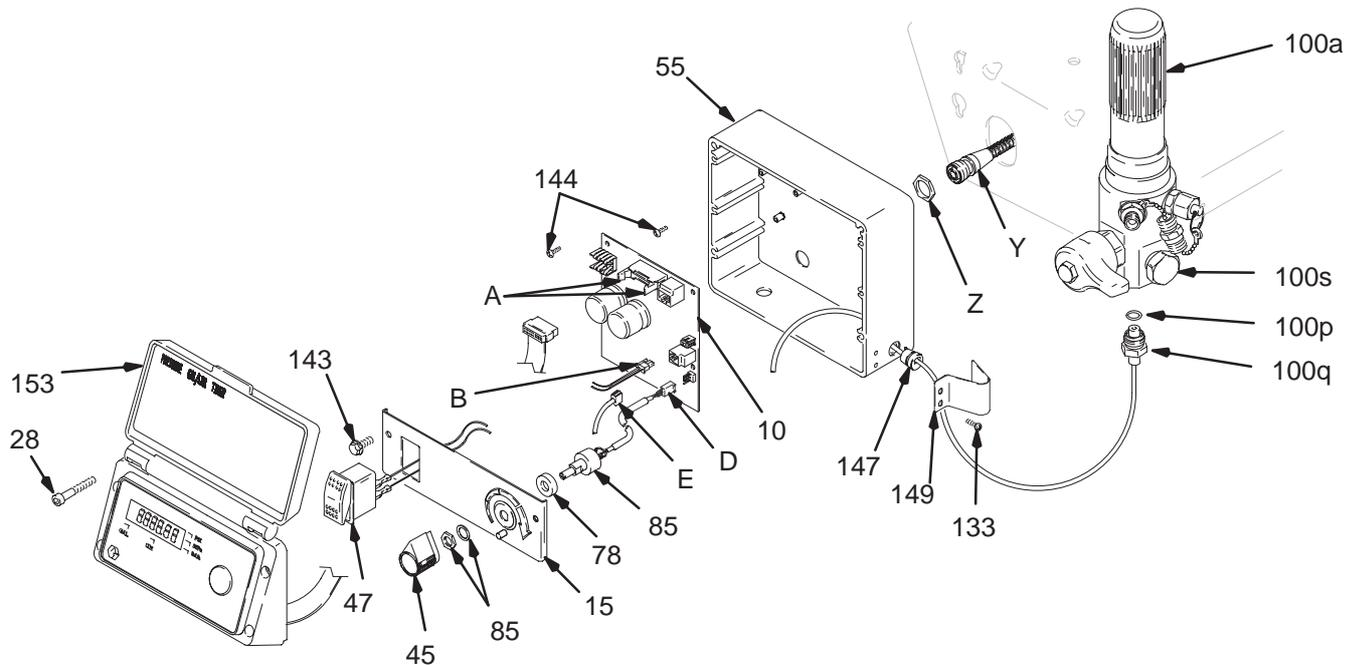

Fig. 14
- Fig. 14. Retire los cuatro tornillos (28) y la tapa de la pantalla de visualización (153).
- Abra las aletas del conector de la pantalla de visualización (A) de la tarjeta del PC y saque el conector de visualización.
- Desenchufe el conector (B) del interruptor de ENCENDIDO/APAGADO (B) de la tarjeta PC.
- Oprima las dos lengüetas de retención situadas a ambos lados del interruptor de ENCENDIDO/APAGADO (47) y desmonte éste.
- Fig. 14. Retire los cuatro tornillos (28) y la tapa de la pantalla de visualización (153). Abra las aletas del conector de la pantalla de visualización en la tarjeta PC y saque el conector de visualización.
- Cable (D) desde el potenciómetro.
- Cable (E) desde el transductor.
- Retire el conector (A) del interruptor de ENCENDIDO/APAGADO (47).
- Fig. 14. Retire los seis tornillos (144) de la tarjeta de control (10) y el cable verde de masa.
- Retire el conector (Y) de la parte trasera del control de presión. Retire la contratuerca (Z) y la tarjeta de control (10).
- Fig. 14. Instale la tarjeta de control (10) y la contratuerca (Z). Instale el conector (Y) en la parte trasera del control de presión.
- Instale el cable verde de masa y la tarjeta de control (10) con seis tornillos (144).
- Conecte el conector (A) del interruptor de Encendido/ Apagado (47).
- Cable (E) al transductor.
- Cable (D) al potenciómetro.
- Fig. 14. Empuje el conector de la pantalla de visualización en la tarjeta PC, cierre las aletas del conector de la pantalla de visualización de la tarjeta de PC. Instale la tapa de la pantalla de visualización (153) con los cuatro tornillos (28).
- Desconecte el cable (E) de la tarjeta de control (10).
- Saque los dos tornillos (133) y la protección del transductor (149) del alojamiento de control (55). Tire del conector del transductor a través del ojal de goma (147).
- Fig. 14. Instale la junta tórica (100p) y el transductor de control de presión (100q) en el alojamiento del filtro (100e). Apriete a un par de 40,8–49 N.m.
- Instale el conector del transductor y el ojal de goma (147) en el alojamiento de control (55). Instale la protección del transductor (149) en el alojamiento de control con los dos tornillos (133).
- Conecte el cable (E) a la tarjeta de circuito impreso de control del motor (10).
- Instale la tapa de la pantalla de visualización (153) con los cuatro tornillos (28).
- Desconecte el cable (D) de la tarjeta de control (10).
- Afloje los tornillos de fijación del botón del potenciómetro (45) y saque el botón, la tuerca del eje, la arandela de seguridad (85) y el potenciómetro de ajuste de la presión (85).
- Saque la junta (78) del potenciómetro (85).
- Instale la junta (78) en el potenciómetro (85).
- Fig. 14. Instale el potenciómetro de ajuste de presión (85), la tuerca del eje, la contratuerca (85) y el botón del potenciómetro (45).
- Gire el eje del potenciómetro (85) en sentido horario hasta el tope interno. Monte el mando del potenciómetro (45) en el pasador de la placa (15).
- Conecte el cable (D) a la tarjeta de control (10).